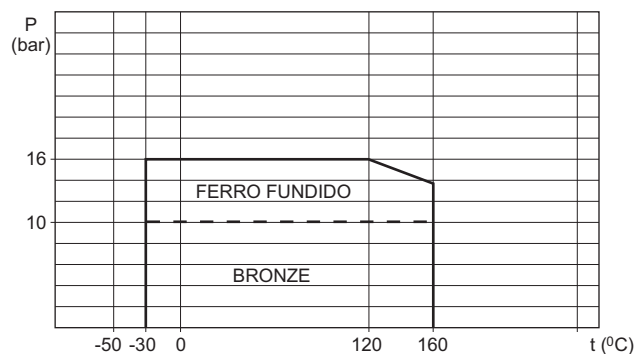
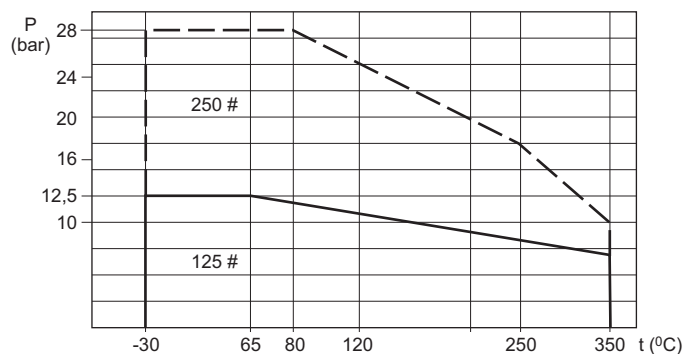

Fig. 01
Fig. 03
- (1) Verifique sempre a velocidade periférica (vide item 7.4) e a pressão de recalque (vide diagrama, fig. 01 e 02).
- (2) $P_r = P_s + P_d$, onde P_s = Pressão de sucção, P_r = Pressão de recalque, P_d = Pressão diferencial na vazão = 0.
- (3) Os valores indicados baseiam-se num Δt de 15 °C. A temperatura de saída da câmara de refrigeração não pode exceder 50 °C.
- (4) Ver diagramas, fig. 03 e 04.
- (5) Para bombas com rotor em CuSn10-C-GS, observar os valores: